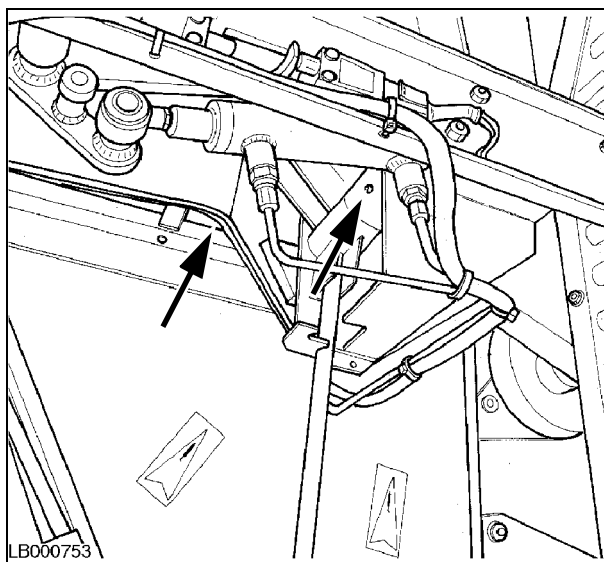

Рис. 50
41.) НАТЯЖНОЕ УСТРОЙСТВО ПРИВОДНОГО РЕМНЯ СОЛОМОРЕЗКИ - Рис. 50